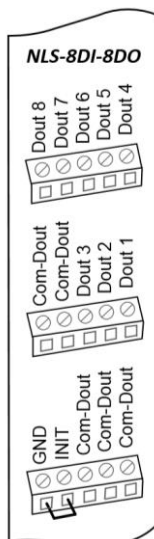

Рис. 4.4. Соединение вывода «INIT» с «GND» для изменения скорости обмена и контрольной суммы
- соединить вывод «INIT» с «GND» (рис. 4.4);